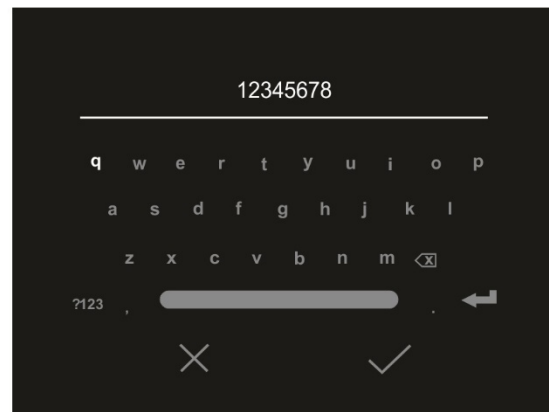

Abb. 18: Definition SSID und Passwort der WiFi-Verbindung
- Berühren Sie "SSID", um eine personalisierte Kennzeichnung ID der WiFi-Verbindung zu definieren. Die Bildschirmseite in Abb. 18 – linke Seite erscheint im Display.
- Berühren Sie "Password", um ein personalisiertes Passwort der WiFi-Verbindung zu definieren (Default "12345678"). Die Bildschirmseite in Abb. 18 – rechte Seite erscheint im Display.